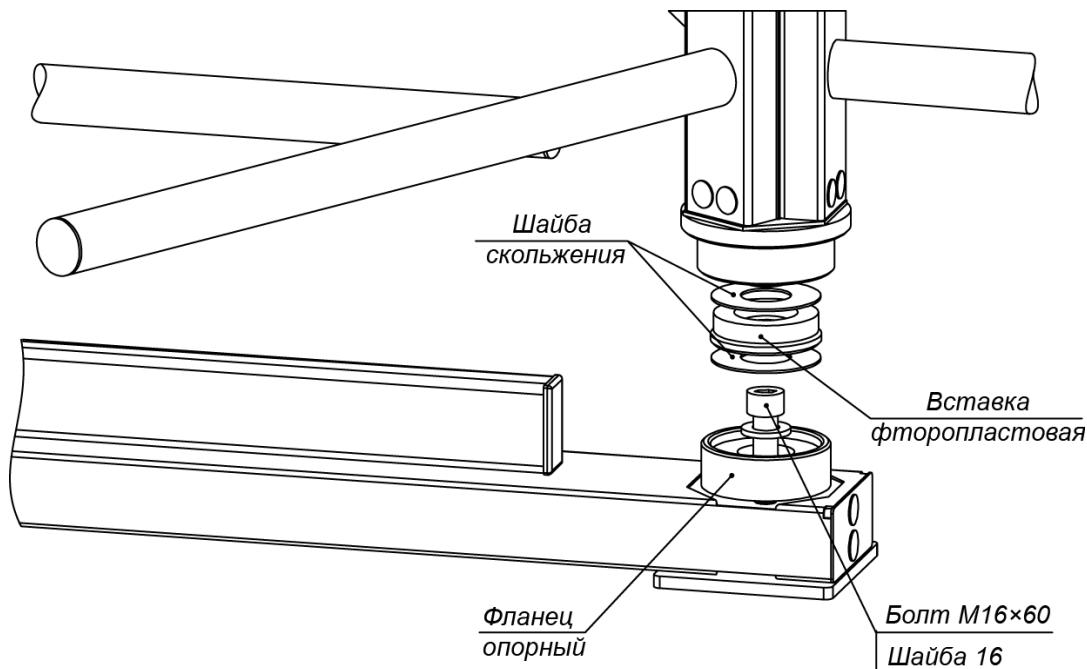

Рисунок 13. Нижний узел вращения ротора (3)
- В место установки нижнего узла вращения ротора вставьте фланец опорный узла вращения (см. рис. 13). Закрепите его и стойку с преграждающими планками на установочной поверхности анкерным болтом M16.
17. Окончательно затяните анкерные болты крепления к установочной поверхности опорных фланцев стойки с преграждающими планками (5) и фланцев секций (6) формирователя прохода. При возникновении перекосов в силовых элементах конструкции турникета допускается использовать монтажные прокладки.
19. Закройте пластиковыми заглушками Ø16 отверстия для болтов соединения секций ротора (2) и отверстия крепления балки опорной (7) к секциям (6) формирователя прохода (см. рис. 13 и 20).